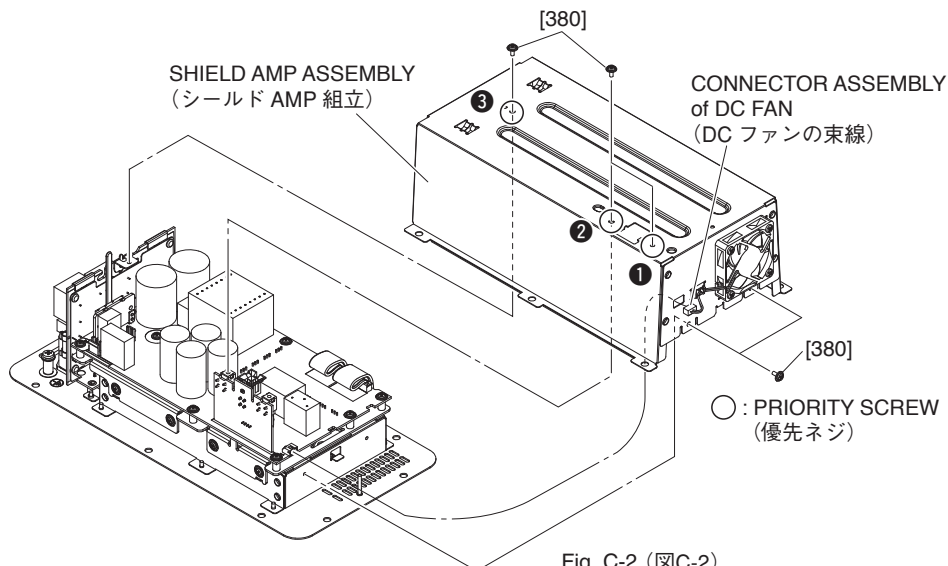

Fig. C-2 (図C-2)
- C-2-1 Remove the connector assembly of DC fan. (Fig. C-2)
- C-2-2 Remove the five (5) screws marked [380]. The shield AMP assembly can then be removed. (Fig. C-2)
- \* When installing the shield AMP assembly, first tighten the three (3) priority screws in order as shown in Fig. C-2.
- C-2-1 DCファンの束線を外します。(図C-2)
- C-2-2 [380]のネジ5本を外して、シールドAMP組立を外します。(図C-2)
- ※ シールドAMP組立を取り付け時には、優先ネジ3本を図に示す順番で先に締めてください。(図C-2)